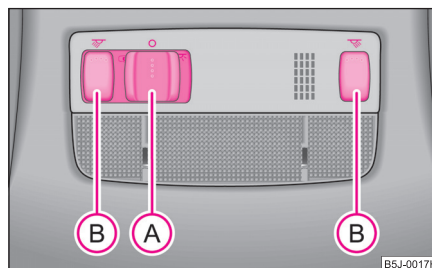

Fig. 39 Imagine din plafon: iluminarea interioară față
- Dacă apăsați întrerupătorul  spre dreapta, apare simbolul  → fig. 39.
- Apăsați întrerupătorul **B** ⇒ pagina 50, fig. 39, pentru a aprinde sau stinge lumina de citit din dreapta, respectiv din stânga.